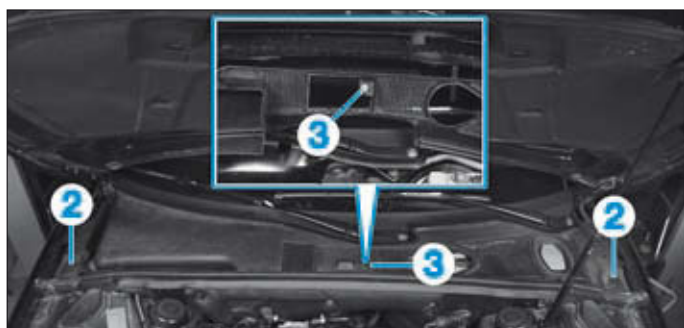

FIG. 54
- Déposer les agrafes (2) (Fig.54).
- Dégraffer en (3) et retirer la grille d'auvent.